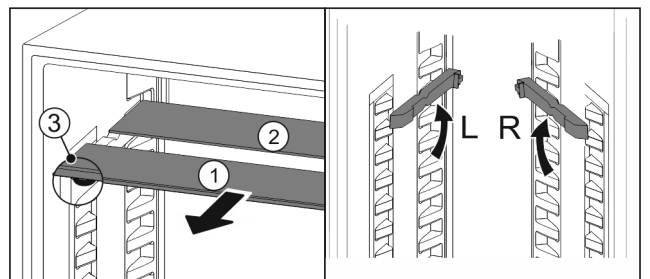

Fig. 50
- Retire las planchas de cristal individualmente hacia delante Fig. 50 (1).
- ▷ La placa de vidrio Fig. 50 (1) con moldura está situada delante.
- ▷ Los topes Fig. 50 (3) miran hacia abajo.